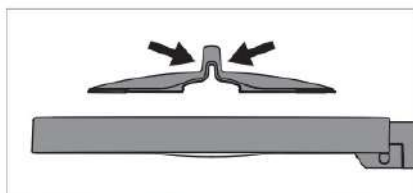

Fig. 3: Montage du recouvrement de la loupe.
- Comprimez la partie supérieure du recouvrement de la loupe, voir Fig. 3.